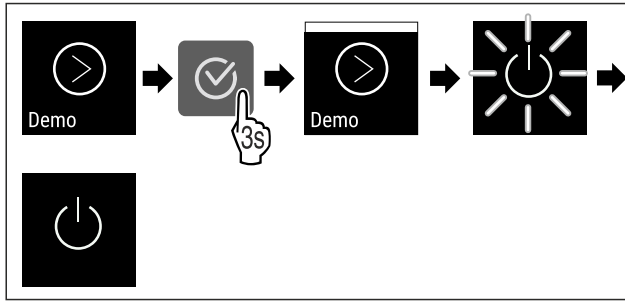

Fig. 90
- ▶ Kryeni hapat e veprimit (shihni Fig. 90) .